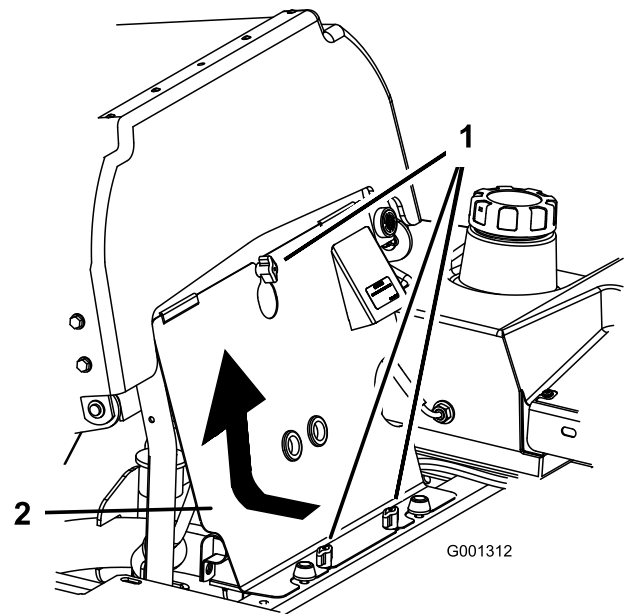

Bild 91
3. Lösen Sie die Handräder an der vorderen Motorverkleidung und nehmen Sie die Verkleidung ab (Bild 91).